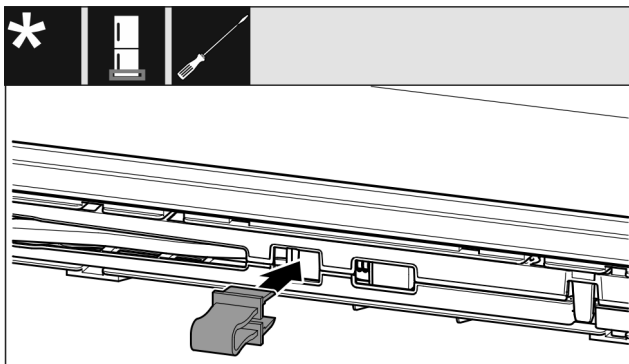

Fig. 15
- Sicherung in Öffnung einrasten Fig. 15 ().